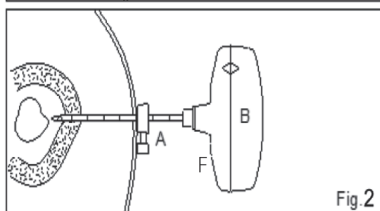

Fig. 2
FIG. 2 Faire progresser la jauge de profondeur jusqu'au contact avec la peau, puis la retirer selon la profondeur souhaitée et serrer, en utilisant les repères de centimètre sur la canule coupante (A) comme guides visuels. En exerçant des mouvements rotatifs prudents, mais fermes, faire pivoter la canule coupante, le stylet et la poignée (A+B+F) dans le sens horaire jusqu'à ce que la jauge de profondeur atteigne la peau et/ou la position souhaitée.